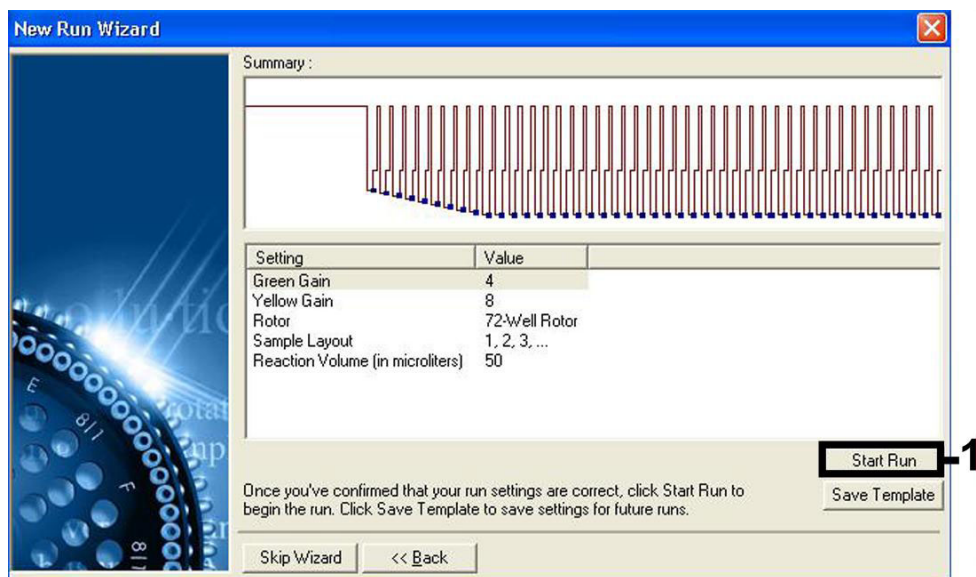

Figura 7. Iniciando a execução.
Iniciando a execução	Figura 7
- Os valores de ganho determinados pela calibração do canal são salvos automaticamente e enumerados na última janela do menu do procedimento de programação (Figura 7, página seguinte). Clique em **Start Run** (Iniciar execução).